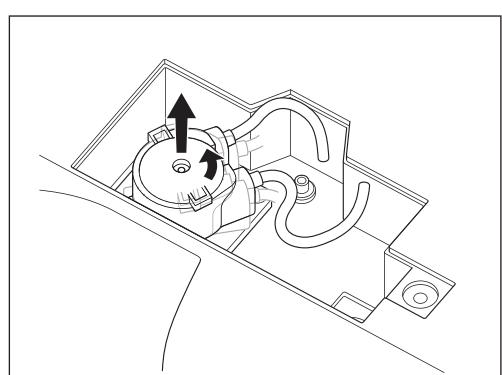

図56
- 5) 注水ポンプを左に「カチッ」というまで回して、そのまままっすぐ引き抜きます（図56）。